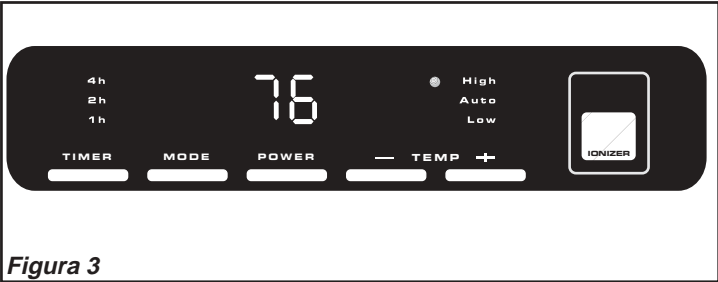

Figura 3
- Oprimir el botón (+) o el botón (–) le permite a usted fijar la temperatura deseada del Calefactor. (**Figura 3**)